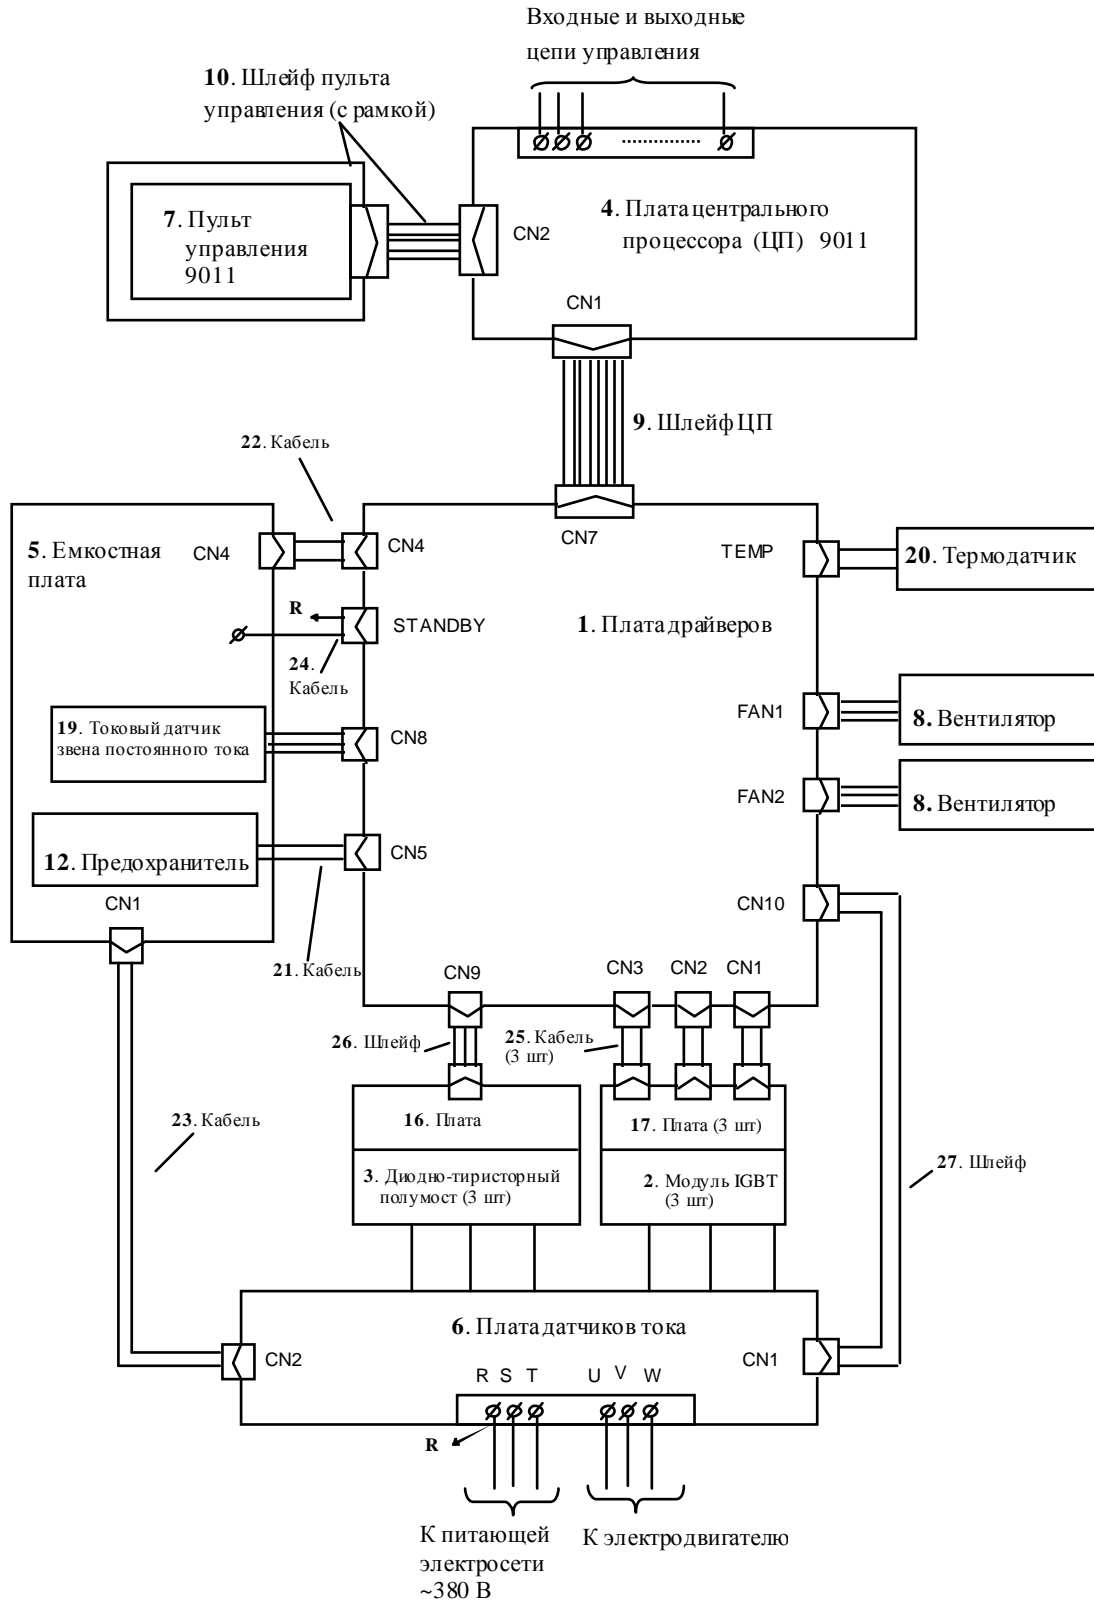

Рис. 4.2. Блок-схема преобразователей частоты EI-9011-025H...040H
4.3. Блок-схема преобразователей частоты EI-9011-025H...040H приведена на рис. 4.2, структурная схема преобразователей - в Приложении 1.
4.4. Фотографии сменных узлов, входящих в состав преобразователей частоты EI-9011-025H...040H, приведены в табл. 4.1. (порядковые номера соответствуют рис. 4.2).